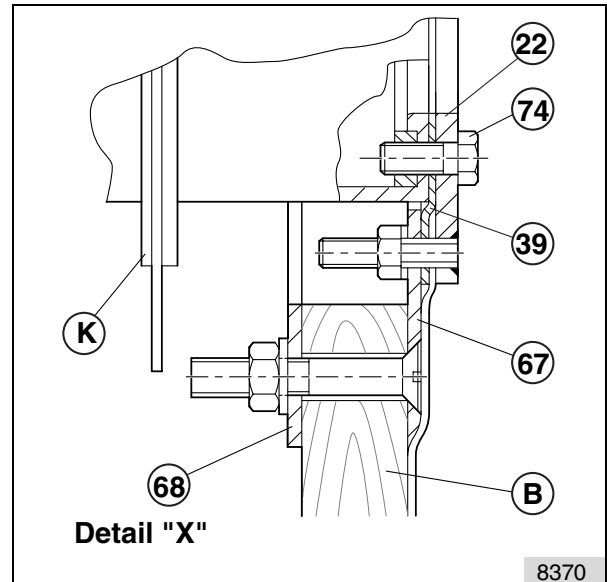

Fig. 18: Detalle X
Montar el anillo retenedor (67) con la arandela (68) en la pared de la piscina. Colocar la lámina (L). Unir firmemente la lámina (L) y la empaquetadura plana (39) conjuntamente con el anillo de presión (22) y cortar la lámina (L). Montar el bastidor (K) en el anillo de presión (22) con los tornillos (74). Vea también el detalle X en la Fig.18.